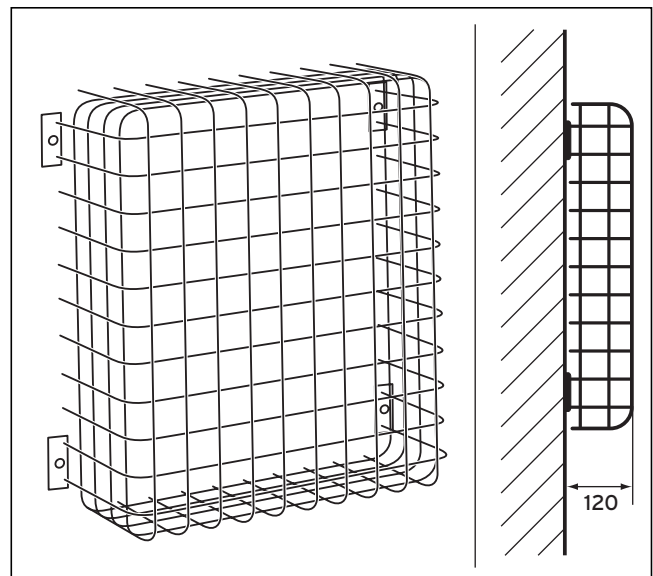

Abb. 4.11 Parterre-Schutzgitter
4.2.4 Montage des Frischluft-Abgas-Systems mit Holzwand-Isolierteil (Abb. 4.11)
Das Schutzgitter (Abb. 4.11) wird außen an der Wand befestigt und darf in keiner metallischen Verbindung mit den abgasführenden Teilen stehen.